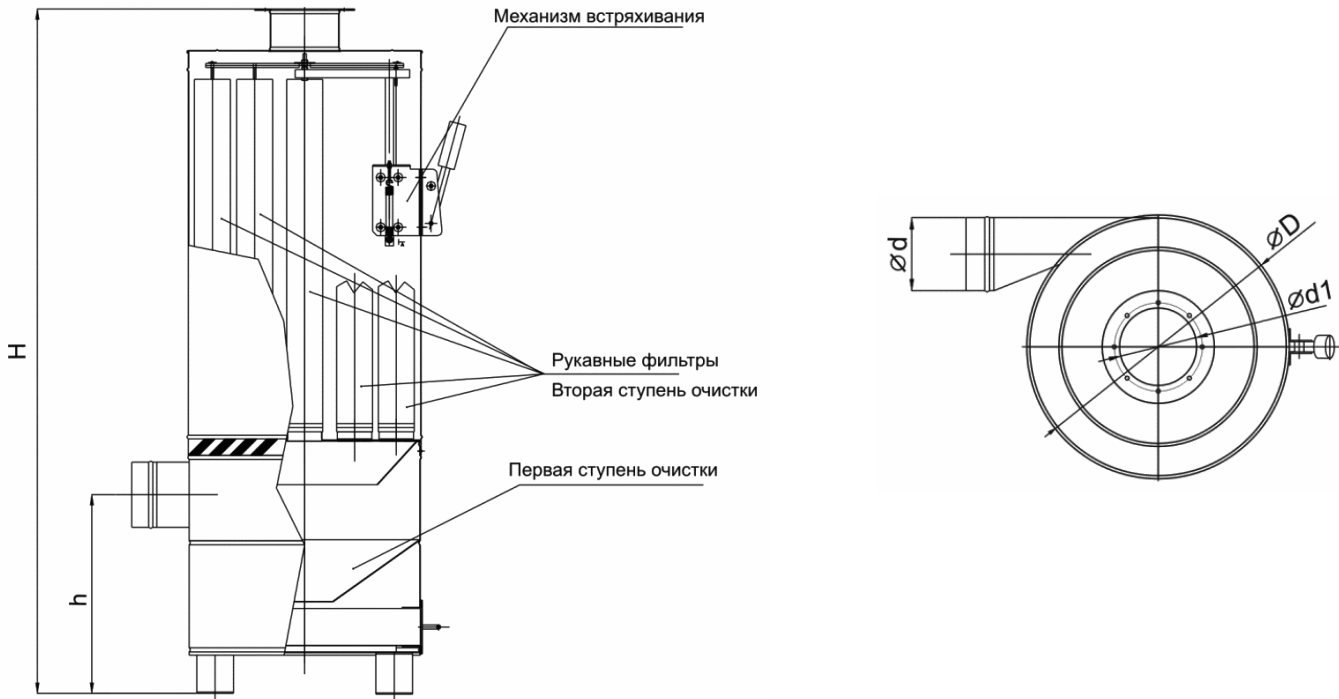

Рисунок 1
7.2. Периодически, в зависимости от интенсивности работы необходимо, отключив ПУ от вентиляционной системы или выключив саму систему, несколько раз дернуть на себя ручку механизма встряхивания (рис. 1). После чего продолжить работу. В случае подвижного исполнения необходимо корпус ПУ придерживать рукой.